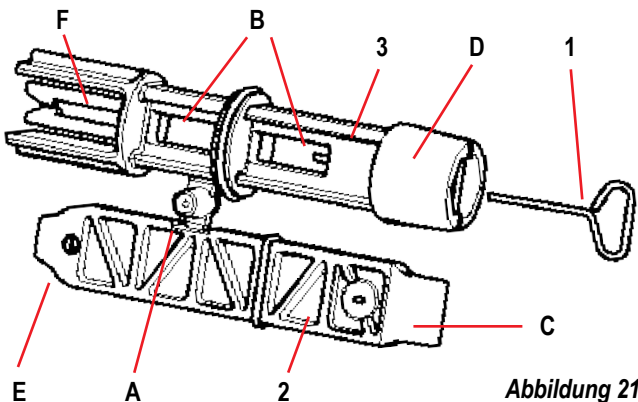

Abbildung 21
1. Sechskantmetallschlüssel (Abb.21 - 1);
2. flacher Kunststoffschlüssel (Abb.21 - 2);
3. Kunststoffzylinderschlüssel (Abb.21 - 3).
Der Schlüssel „1“ wird in das Ende „D“ von Schlüssel „3“ eingeführt. Beim ersten Gebrauch empfiehlt es sich, die beiden Kunststoffschlüssel „2“ und „3“ zu trennen, die mit einem Steg verbunden geliefert werden (Abb.21 - A):